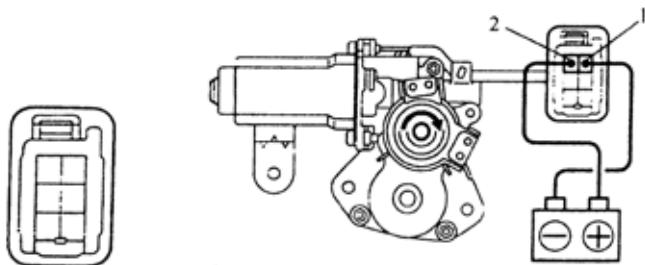

图 9-207
1) 把蓄电池正极(+)与端子 2 连接, 负极(-)与端子 1 连接, 检查电机是否顺时针转动(电机转向关闭的一边)。如图 9-207 所示。